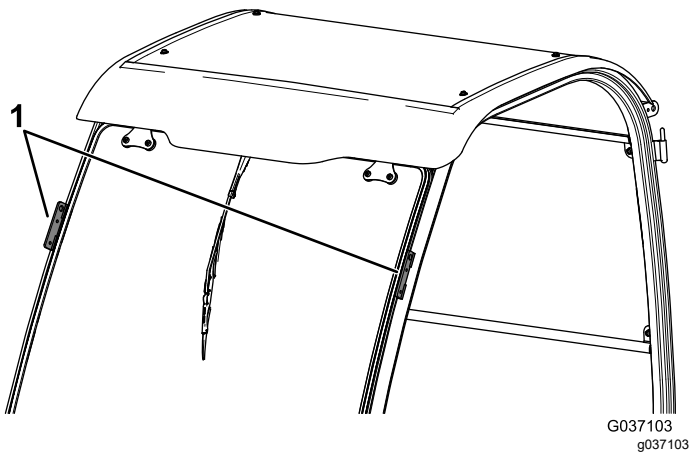

Figure 11
- Levez le cadre de la cabine par les points de levage et placez-le sur la machine (Figure 11).